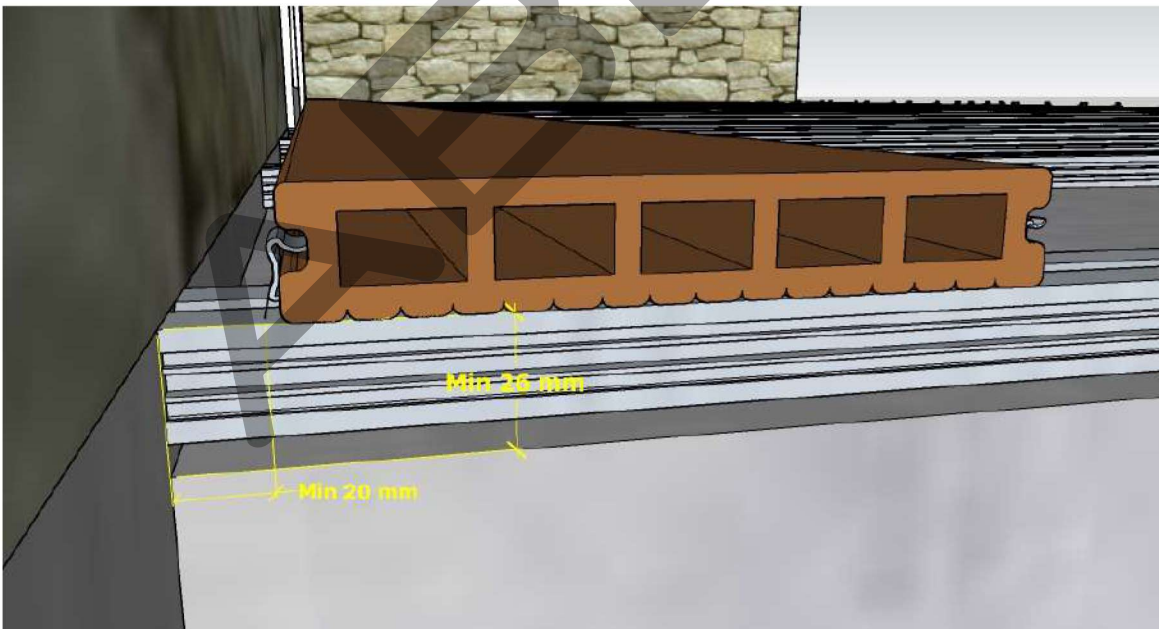

Рис.10
2. Вставляют в них первую доску, обеспечив зазор между террасным покрытием и неподвижным ограждением (например, стена) $\text{min } 20\text{mm}$ (рис.10,11).